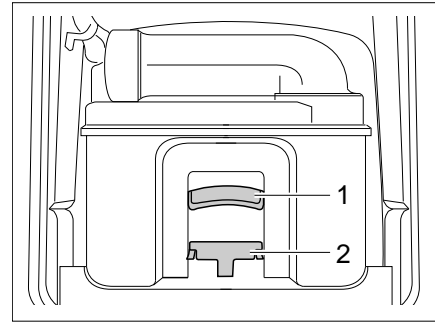

Bild 239 Thetford-Kassette
- Entriegelung (Bild 239,1) betätigen und Toiletten-Kassette am Griff (Bild 239,2) herausziehen.